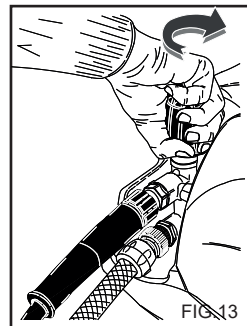

FIG.13
Tässä kappaleessa käsitellään vain niitä malleja, jotka on varustettu "paineensäädin" laitteella. Paineensäätimellä, Fig. 13, käyttäjä voi säätää työpainetta. Kun nappi C on käännetty vastapäivään (B) (minimi), toimintapaine vähenee.